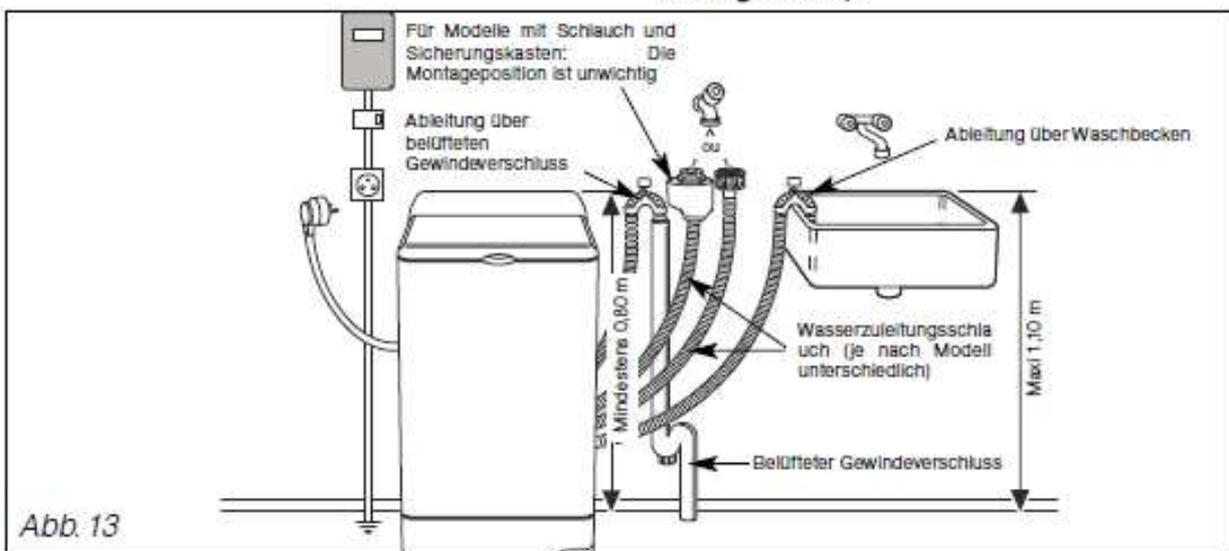

Abb. 13
• Kaltwasserversorgung (Abb. 13):
• Stromversorgung (Abb. 13):
• Abwasserableitung (Abb. 13):